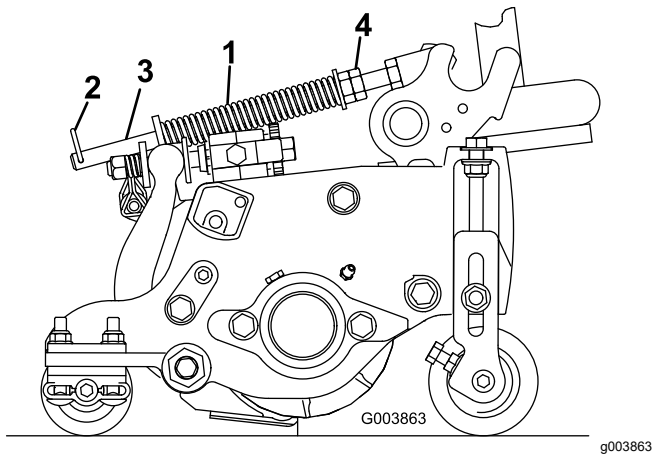

图 21
草坪补偿弹簧 (图 21) 可将重量从前滚筒转移至后滚筒。这有助于减少草坪的波动图形也称为波浪形或摆动形。
1. 确保发卡销安装在弹簧杆的后孔内 (图 21)。
- 2. 拧紧弹簧杆前端的六角螺母直至压缩后的弹簧长度为 159mm 请参阅图 21。